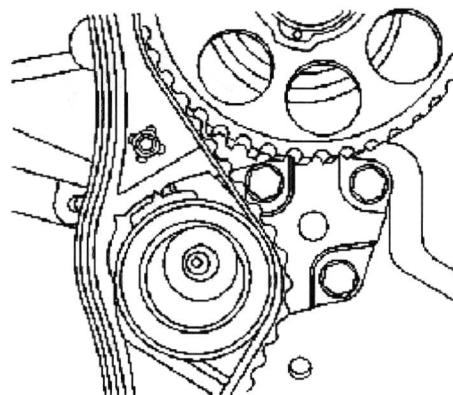

图 1-4 转动水泵对准张紧器托架上指针
- 6) 如图 1-4 所示，顺时针转动水泵，直到正时带自动张紧器调节臂上的指针对准正时带自动张紧器托架上的缺口。
- 10) 使用专用工具转动水泵，直到正时带自动张紧器调节臂上的指针对准正时带自动张紧器托架上的指针，如图 1-4 所示。